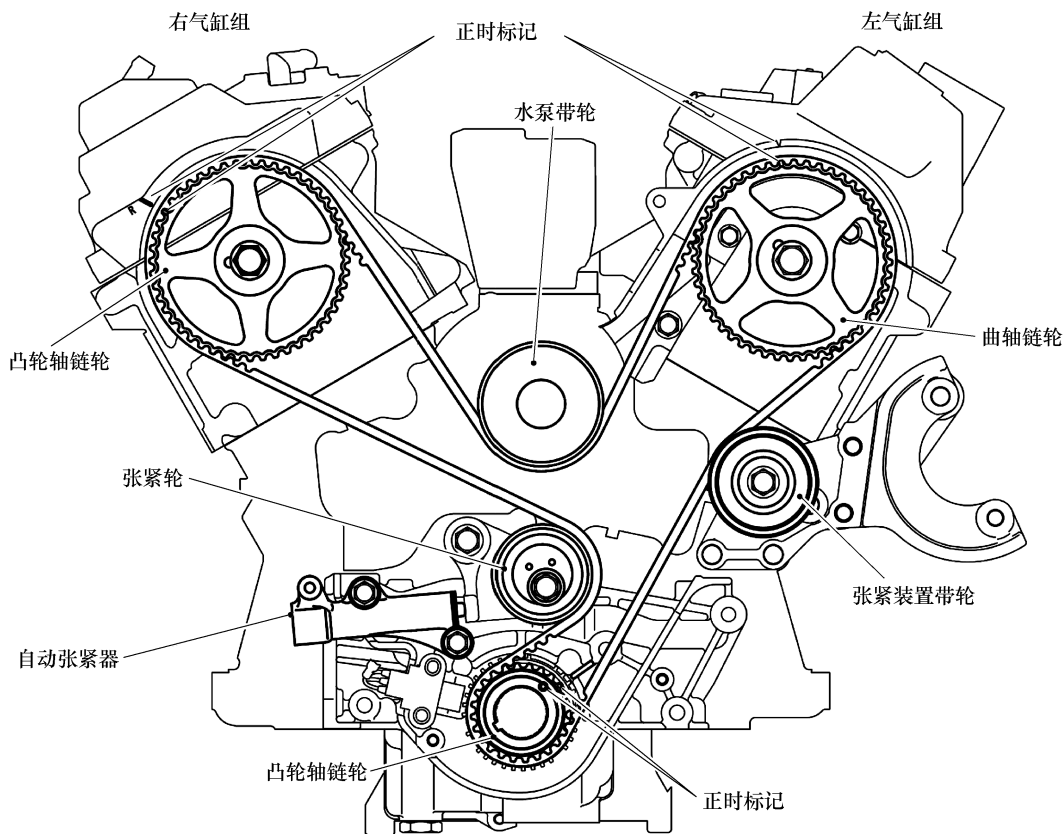

图 4-4 安装正时带并检查正时标记
④ 将曲轴链轮的正时标记对齐。
⑤ 按以下顺序安装每个链轮上的正时带。
⑥ 将张紧轮稍稍压在正时带上, 并暂时拧上中心螺栓。
⑦ 查看所有链轮的正时标记是否对齐。
⑧ 使用专用工具曲轴带轮隔圈, 将曲轴沿逆时针方向转动四分之一圆周。然后再顺时针转回来以验证所有的正时标记对齐, 如图 4-4 所示。
⑨ 将专用工具张紧轮套筒扳手和扭力扳手安装在张紧轮上。
⑩ 用扭力扳手将其拧紧至 $4.4\text{N} \cdot \text{m}$ 。
⑪ 固定住张紧轮, 同时将中心螺栓拧紧至规定力矩 $(48 \pm 6)\text{N} \cdot \text{m}$ 。
⑫ 顺时针转动曲轴两圈, 并保持它不动大约 5min。
⑬ 当已安装自动张紧器时, 检查是否可无阻力地拆下插入的金属线。
⑭ 如果能够无阻力地拆下金属线, 表明传动带的张力适中。因此, 拆下金属线。在此情况下, 检查自动张紧器杆的伸出部分是否在标准值范围以内。
⑮ 如果拆下金属线时存在阻力, 则重复上述步骤 ⑨ ~ ⑫, 直到达到合适的传动带张力。
2) 顺时针转动曲轴，将曲轴链轮的正时标记是否如图 4-4 中所示位置对齐。
3) 此时，检查左、右侧凸轮轴链轮正时标记是否如图 4-4 中所示位置对齐。